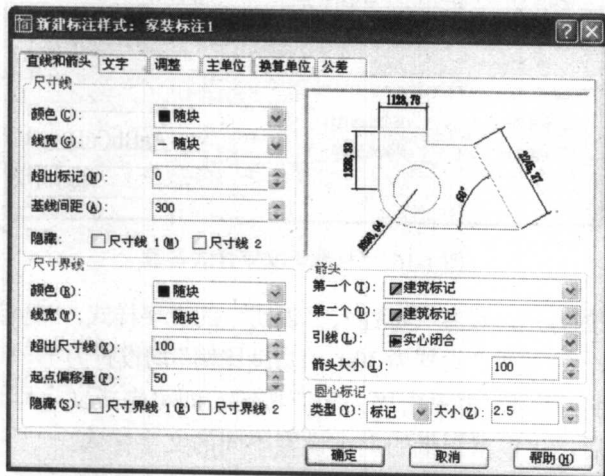

图 1-19 “直线和箭头”选项卡参数
(3) 单击“继续”按钮，弹出“新建标注样式：家装标注 1”对话框，在“直线和箭头”选项卡中设置“基线间距”为 300、“超出尺寸线”为 100、“起点偏移量”为 50、箭头类型为“建筑标记”、“箭头大小”为 100，如图 1-19 所示。